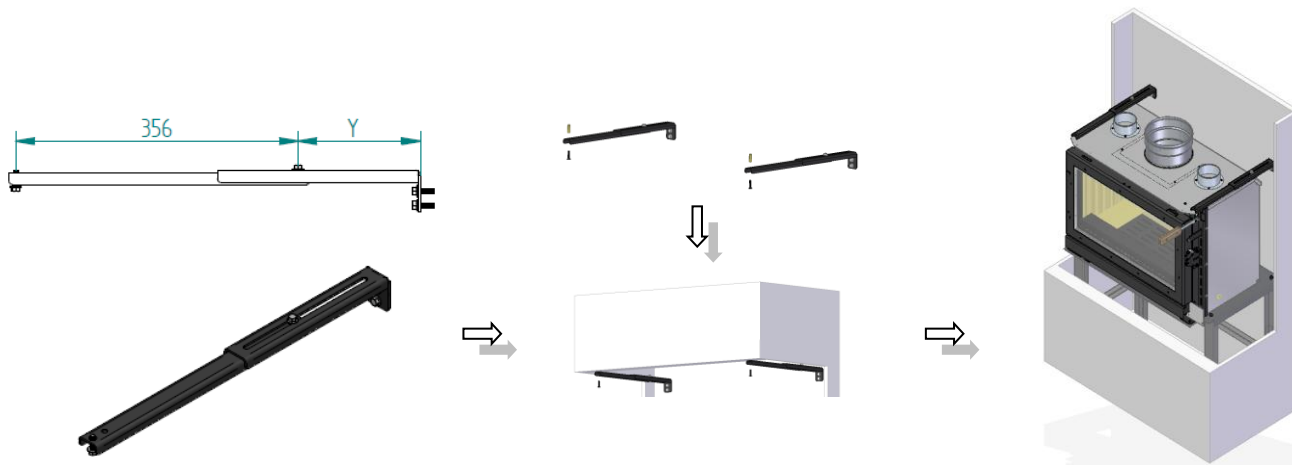

Figura 9 – Montaje de los soportes superiores - PA1090G053
8. Para aplicar los soportes superiores, antes de fijarlos a la pared, debe fijarlos en el exterior según la medida indicada en la Figura 9. La medida “Y” es la distancia que tendrá el soporte a la fijación de la pared, esta medida debe ser tomada en el lugar a instalar para posteriormente apretar el conjunto de fijación.